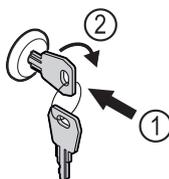

Fig. 169
- ▶ Vstavite ključ. Fig. 169 (1)
- ▶ Ključ obrnite v smeri urnih kazalcev za 90°. Fig. 169 (2)